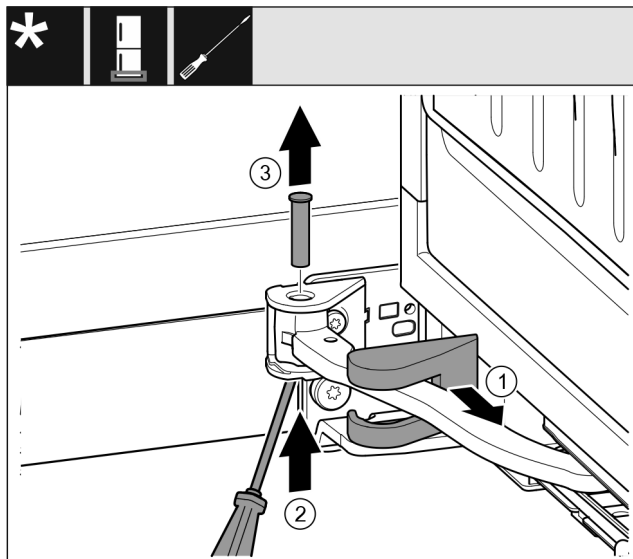

Fig. 18
- ▶ Снимите крышку опорного кронштейна Fig. 18 (1) и переместите вдоль шарнира.
- ▶ Отверткой приподнимите палец Fig. 18 (2) снизу.
- ▶ Извлеките палец Fig. 18 (3) сверху.